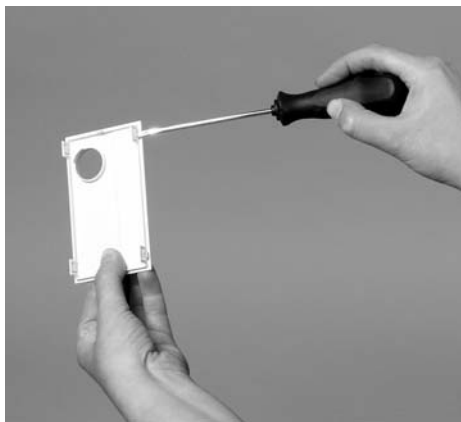

Fig.2 Plaque de raccordement plastique avec supports
- Séparez avec précaution la plaque de raccordement plastique de la paroi frontale interne de l'appareil à l'aide d'un tournevis pour décoller les supports (Fig.2).